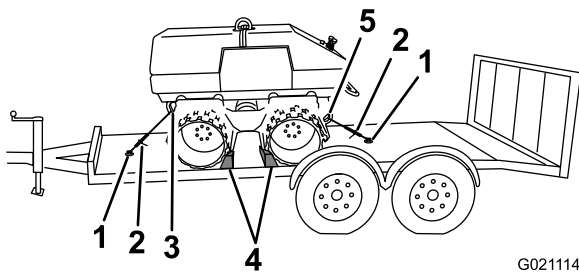

Figure 35
5. Arrimez la machine au véhicule de transport avec des cales et en reliant des tendeurs à chaîne entre les anneaux d'ancrage du véhicule de transport et les anneaux d'attache de la machine (Figure 35).